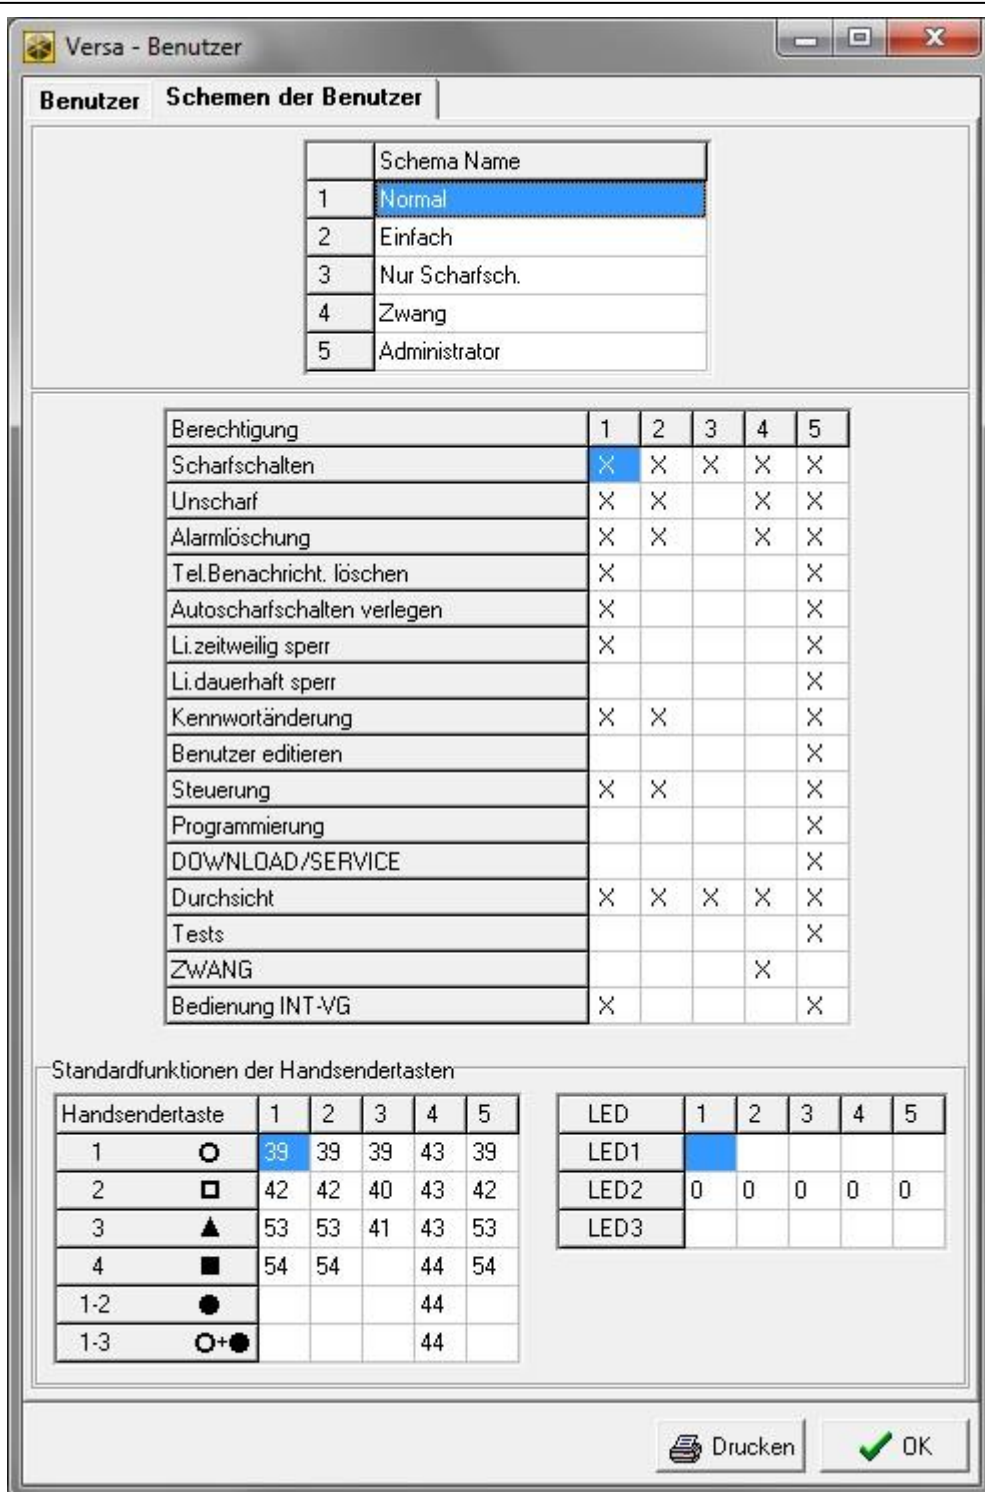

Abb. 26. Programm DLOADX: Registerkarte „Schemen der Benutzer“ im Fenster „VERSA – Benutzer“.
- Programm DLOADX: Fenster „VERSA – Benutzer“ → Registerkarte „Schemen der Benutzer“ (Abb. 26).